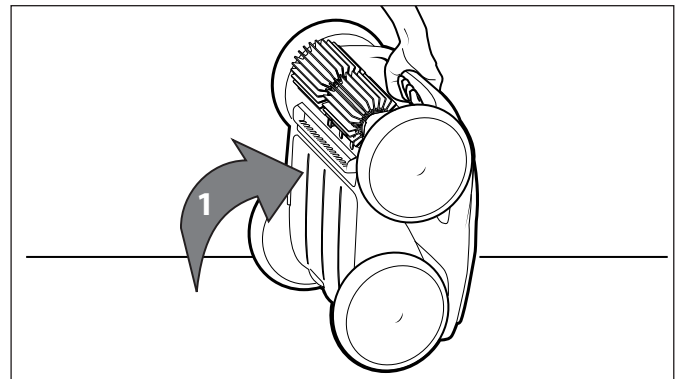

Figura 26. Limpiador en posición vertical
1. Coloque el limpiador en posición vertical para que la manija quede hacia arriba (Figura 26).